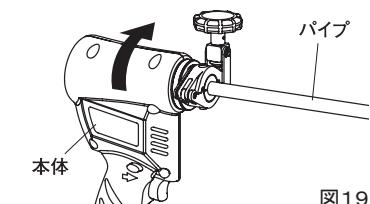

図19
* 本体の切り欠き位置（差込口）にクランプの突起部を合わせてセットし本体を図19の矢印の方向に「カチッ」とはめ込んでください。ノッチで固定されます。